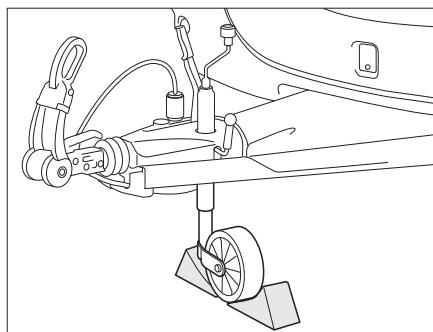

Fig. 159 Assicurare il carrellino
- Posizionare il carrellino perpendicolare rispetto alla direzione di marcia e assicurarlo con mezzi idonei (Fig. 159).